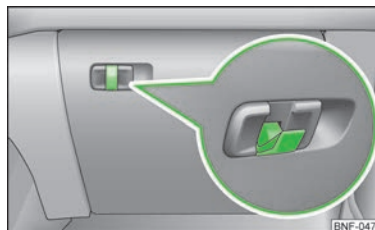

Fig. 52 Cuadro de interruptores: gancho plegable
En la palanca de apertura del compartimento guarda objetos en el lado del acompañante existe un gancho plegable » fig. 52 que sirve para colgar pequeñas piezas de equipaje p.ej. bolsas, etc.
- Con el gancho abatido hacia delante » fig. 52 no se puede abrir el compartimento guarda objetos.